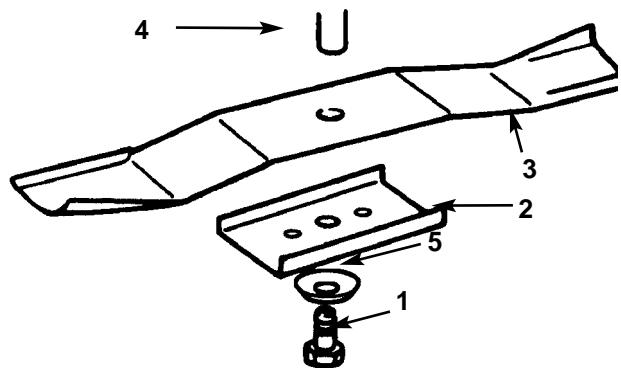

Fig. 35
3. Togliete il bullone (chiave 5/8 pollice), la rondella curva, il fermo e la lama (Fig. 35). È possibile inserire uno spessore di legno tra la lama ed il tosaerba per bloccare la lama quando togliete il bullone.
- Montate la lama, il fermo, la rondella curva (lato a tazza verso la lama) ed il bullone della lama (Fig. 35).